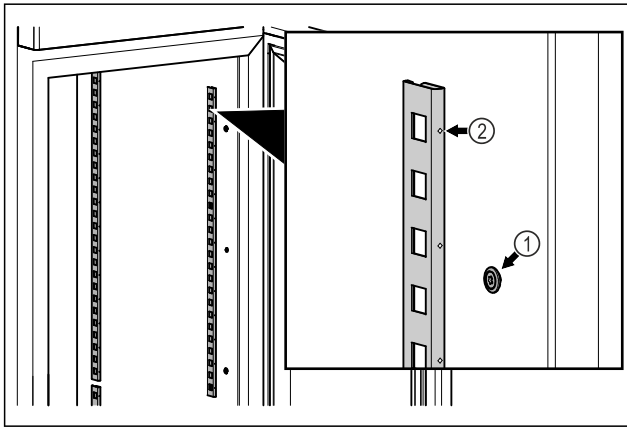

Fig. 79 Beispielhafte Darstellung
- ▶ Rastenleisten in Aufhängung Fig. 79 (1) einhängen. Markierung Fig. 79 (2) muss nach vorne zeigen.